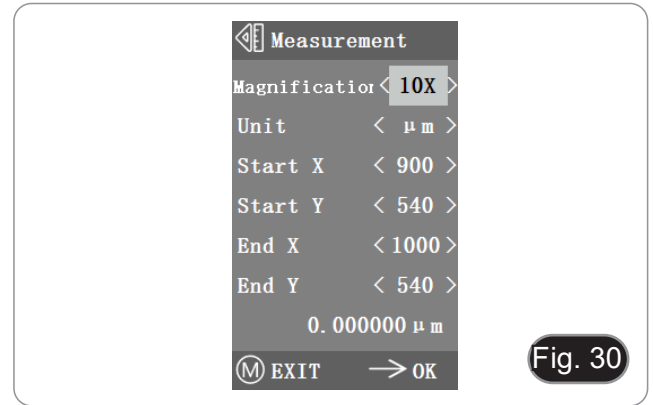

Fig. 30
3. Mover el punto inicial y final de la posición X e Y pulsando ← y →: la longitud de la medición se muestra en tiempo real. (Fig. 30)